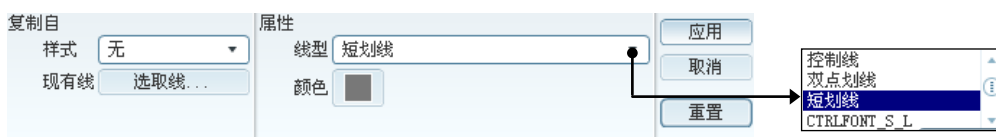

图 9.5.8 “线体”对话框
(1) 单击“分解位置”操控板中的  按钮,然后再单击  按钮。
(2) 系统弹出图 9.5.8 所示的“线体”对话框,在下拉列表框中选择  线型,单击  →  →  按钮。